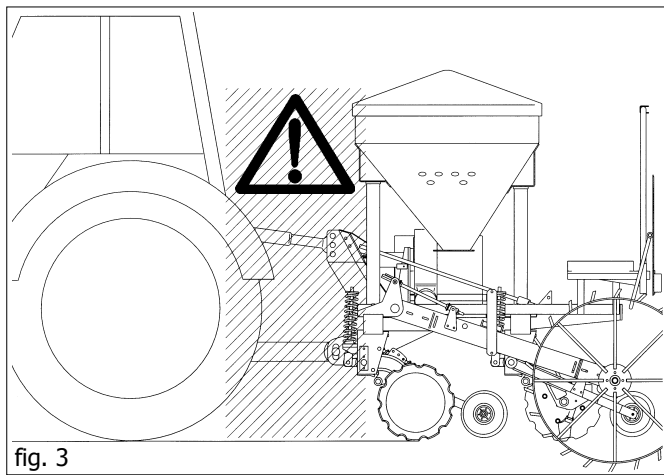

fig. 3
- 25) Il est absolument interdit de se mettre entre le tracteur et l'attelage pour manoeuvrer la commande de levage de l'extérieur (Fig. 3).
- 26) Il est absolument interdit de se mettre entre le tracteur et l'équipement (Fig. 3) si le moteur est en marche et le cardan est enclenché. Il n'est possible de s'interposer seulement après avoir actionné le frein de stationnement et après avoir introduit sous les roues, un dispositif de blocage ou un caillou de dimensions appropriées.